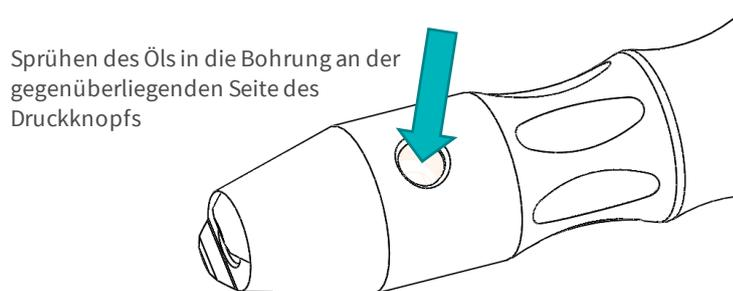

Abbildung 2: Einsprühen des Öls in die Bohrung
- Die Spraydose mit dem Düsenröhrchen bis zum Anschlag in die Bohrung auf der gegenüberliegenden Seite des Druckknopfes (falls vorhanden) halten und ca. 1 Sekunde sprühen (Abbildung 2)